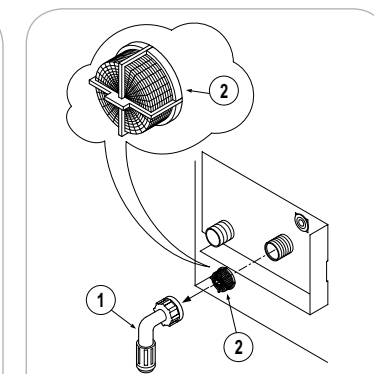

FIG. 9
- Pulizia filtro tubo entrata acqua (vedi Fig. 9 Part. 2).
- cleaning water-intake pipe filter (see Fig. 9 Part 2).
- Nettoyage du filtre d'arrivée d'eau (voir Fig. 9, Réf. 2);
- Reinigung des Filters der Wasserversorgungsleitung (siehe Abb. 9 Teil 2).
- Limpieza del filtro del tubo de la entrada de agua (ver Fig. 9 Part. 2).